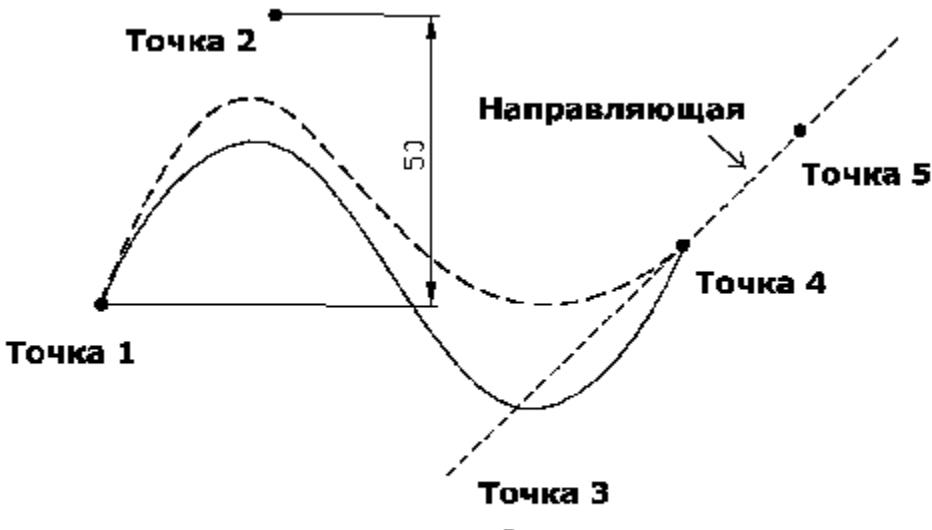

Рис. 5.22. Построение сплайна с параметром Fit tolerance = 50 и измененной направляющей в конечной точке
В задании необходимо построить сплайн, приведенный на рис. 5.22 (пунктирная линия), проходящий через 4 узловые точки с параметром Fit tolerance = 50 и направляющей в конечной точке, проходящей через заданную точку. Сплошной линией на рис. 5.22 показан сплайн, имеющий те же характеристики, с тем отличием, что положение направляющей принимается AutoCAD по умолчанию.
- 3. После этого вопрос, задающий положение третьей точки, пропускается; вместо координат следует ввести параметр Fit tolerance и в строке Specify fit tolerance задать значение параметра, определяемого в соответствии с рис. 5.22.*